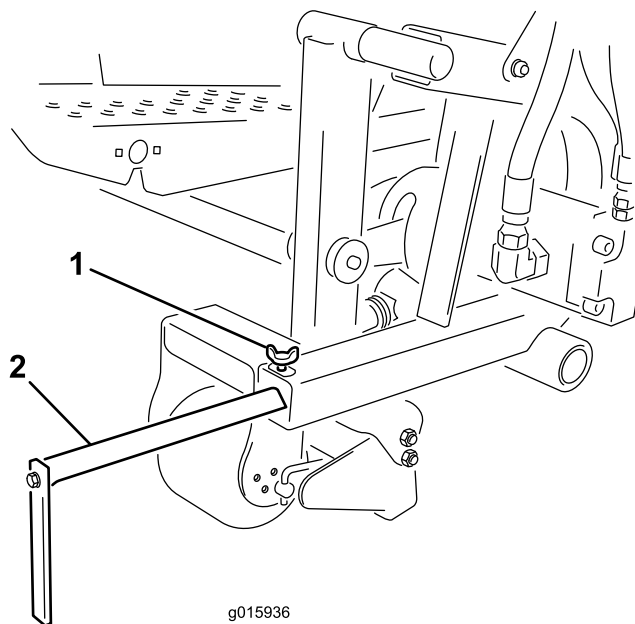

Figura 18
Allentate la vite di regolazione e spostate la guida di allineamento nella posizione desiderata (Figura 18).
1. Allentate la vite e regolate la guida di allineamento — tirandola in fuori o spingendola in dentro — nella posizione desiderata (Figura 18).